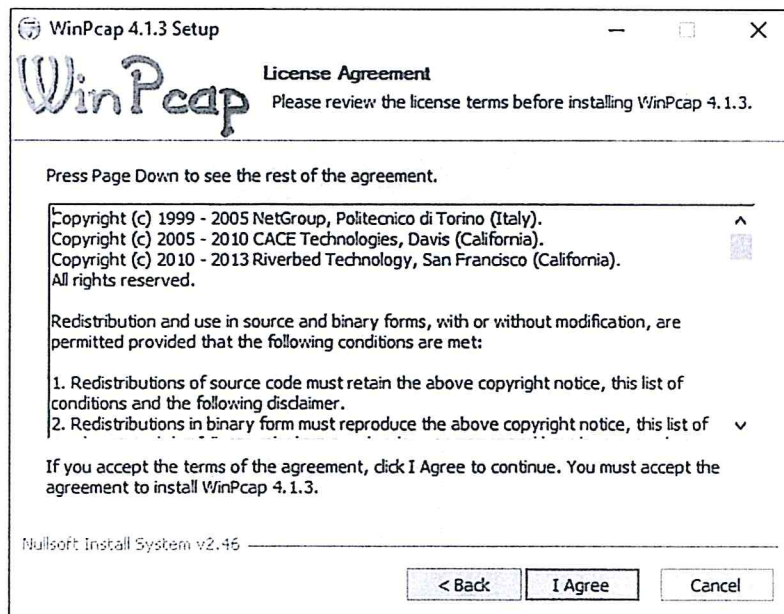

Рисунок 16 – Окно лицензионного соглашения
– в окне условий лицензионного соглашения (рисунок 16) следует нажать кнопку «I Agree»;